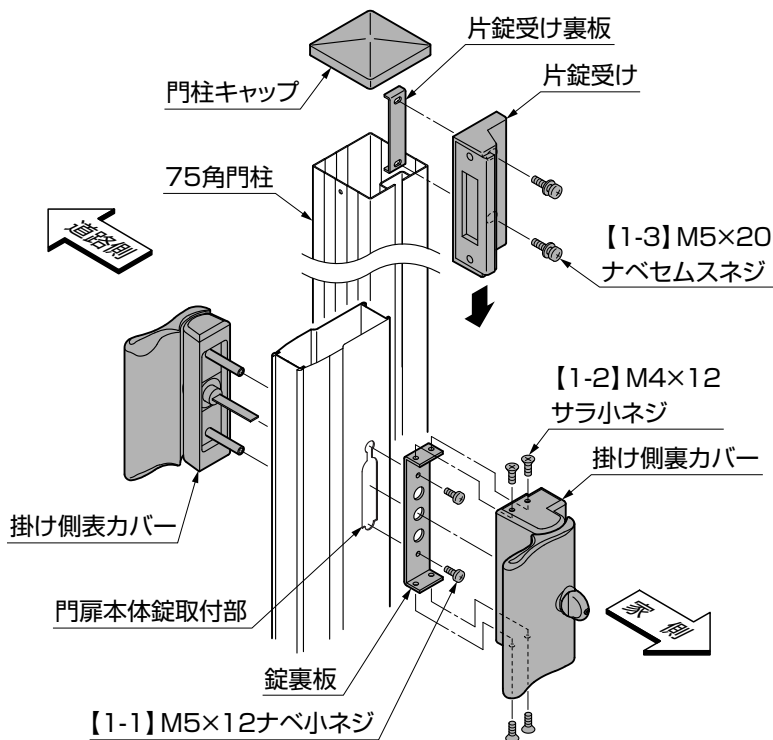

図3-3
①図3-3にしたがって、門扉に錠を取付けてください。
②片錠受けを門柱に【1-3】で取付けてください。